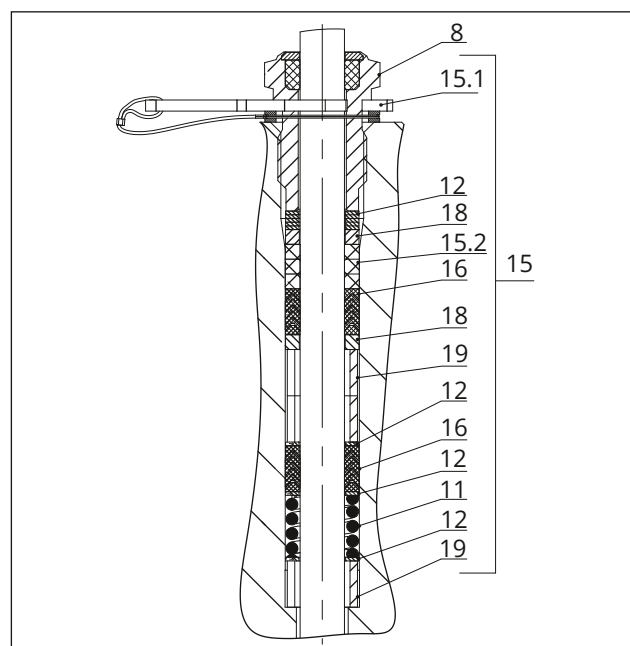
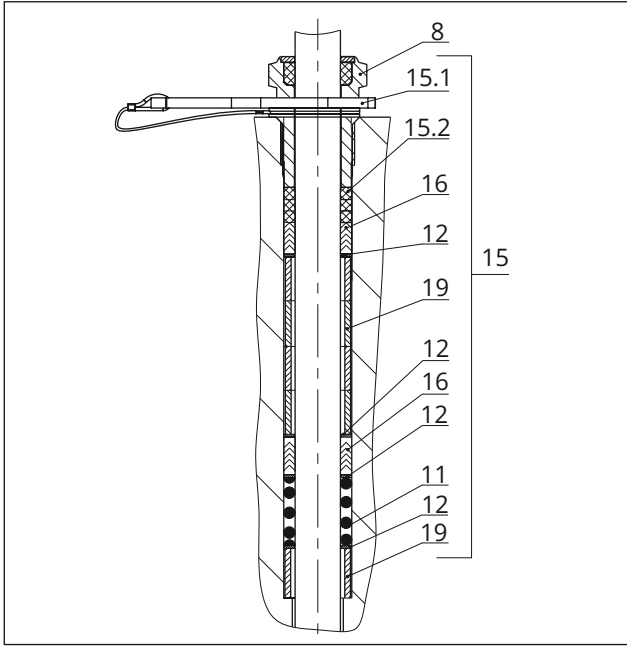

Fig. 26: Empanque ADSEAL: DN 15 a 40/NPS 1/2 a 1 1/2
Fig. 27: Empanque ADSEAL: DN 50 a 100/NPS 2 a 4
2. Deslize cuidadosamente as peças de empanque sobre a haste do obturador para dentro da câmara do empanque utilizando uma ferramenta adequada. Observe a sequência correta (consulte a Fig. 26 ou a Fig. 27).
4. Insira o anel espaçador vermelho (15.1) entre o casquilho roscado (8) e o anel de retenção (consulte a Fig. 26 ou a Fig. 27).